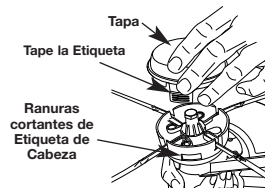

Fig. 9
- Reemplace la tapa del cabezal de corte, asegurándose de alinear las lengüetas de tapa con las ranuras de la lengüeta del cabezal de corte. (Fig. 9)